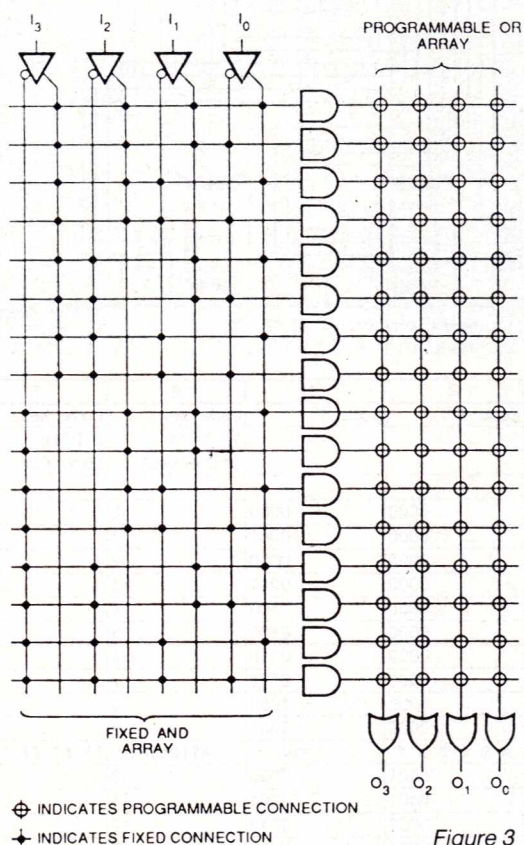

Figure 3
e) Première épreuve sur table traçante (éch. 1 sur calque). Voici d'ailleurs une astuce pour le traçeur à ne pas mettre entre toutes les mains. Regardez bien les pistes fines de la face 1 (**figure 3**) et le tracé de la face composants : les pistes fines sont très légèrement plus grasses sur la face 1. Une plume de 0,35 trace à 0,4 fort alors que 0,4 n'existe pas au catalogue ! La solution : un petit coup de ciseau pour réduire de 2/10 mm l'aiguille d'une plume 0,35 et SURTOUT en déformer
On assimile habituellement ces éléments à des mémoires (Read-Only Memory). Quoiqu'il en soit, le circuit intègre une matrice AND (nécessaire au décodage des adresses) associée à une structure de ORs programmable (**figure 3**). Pour une adresse donnée, le composant valide ainsi sur ses sorties une valeur telle que l'utilisateur l'a programmée à l'intérieur. Rappelons que ce composant n'autorise qu'un seul et unique claquage, contrairement à l'EPROM (Erasable PROM) que l'on efface à l'aide d'ultra-violets lorsque l'on désire la reprogrammer.